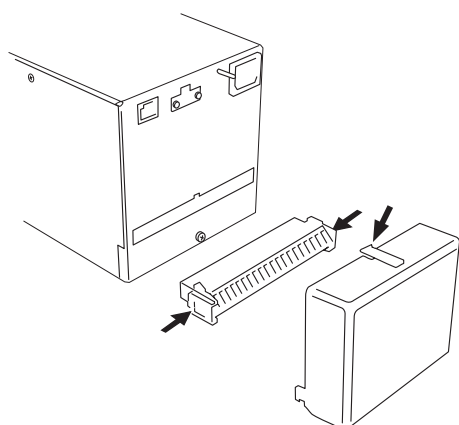

Figure 7.3.2a Capot et connecteur d'entrée
2. Retirez le capot arrière (A) en appuyant sur la languette de dessus et en tirant. Retirez le connecteur d'entrée (B) en pressant sur les languettes latérales et en tirant (figure 7.3.2a).